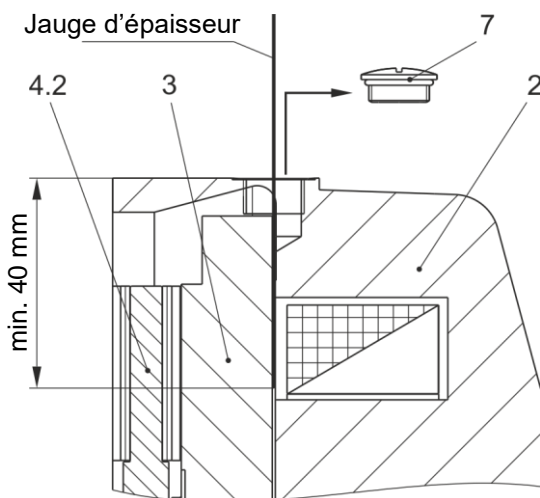

Fig. 7
Contrôler l'entrefer à l'aide d'une jauge d'épaisseur après avoir enlevé le bouchon fileté (7). Celle-ci doit être introduite au minimum à 40 mm de profondeur (voir fig. 7), afin de pouvoir mesurer l'écart entre le disque de freinage (3) et le porte-bobine (2).